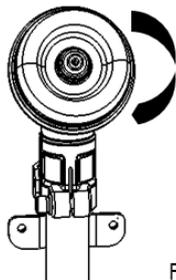

Fig.2
1. Desmonte la tuerca (en el sentido de las agujas del reloj), la cubierta antipolvo y la placa de soporte de la caja de engranajes; (Fig. 2 y 3).